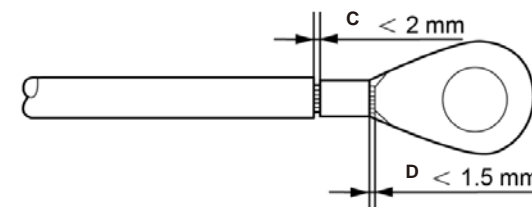

Figura 3.16 Pelar el cable
- 4) Inserte el cable pelado en el área de crimpado del terminal OT y use la abrazadera hidráulica para crimpar el terminal al cable (consulte la figura 3.16).